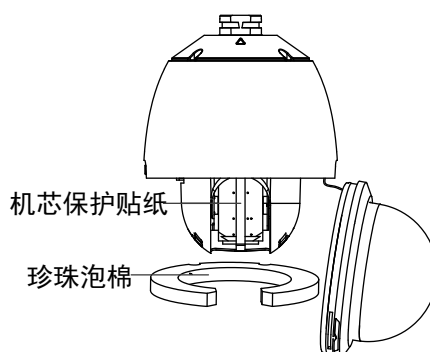

图1-19 取出珍珠棉及保护贴纸
- 取出球芯周边的珍珠棉，撕掉球芯部分的保护贴纸，如图 1-19 所示。